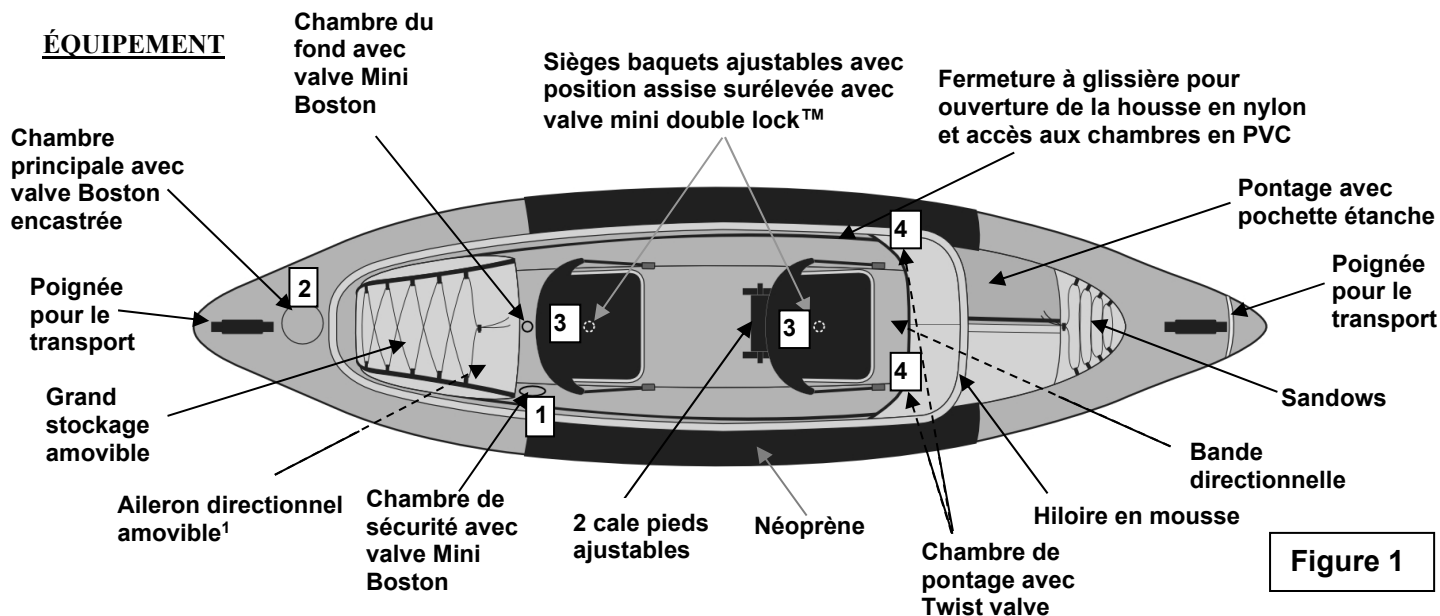

Figure 1
- a) Valve(s) Boston (figure ci-contre) : dévisser le capuchon de la valve (1), visser le corps de la valve (2) dans la base de la valve (3) ; veiller à ce que le capuchon reste accessible. Insérer l'extrémité du tuyau du gonfleur dans la valve et gonfler jusqu'à atteindre le niveau de pression recommandé (voir point 3). Après gonflage, fermer bien toutes les valves avec leur capuchon (dans le sens des aiguilles d'une montre). **N.B. : une légère fuite d'air avant la fermeture des valves avec leur capuchon est normale, seul le capuchon des valves assure l'ETANCHEITE.**
- b) Valve Double lock™ et Mini double lock™ – voir illustration en page 2 / a : Ouvrir la valve (A). Pour commencer le gonflage, ouvrir le bouchon extérieur puis étirer la valve (B). Insérer l'embout de la pompe dans la valve étirée puis mettre en fonction la pompe (C). Pour fermer la valve : pousser à l'aide de la pompe jusqu'à ce que la valve soit enfoncée entraînant la fermeture du bouchon intérieur (D). Enlever la pompe et fermer le bouchon extérieur (E).
3. Gonfler le produit selon l'ordre de gonflage indiqué sur la plaque d'immatriculation imprimée sur le produit (voir également figure 1, la numérotation des valves).